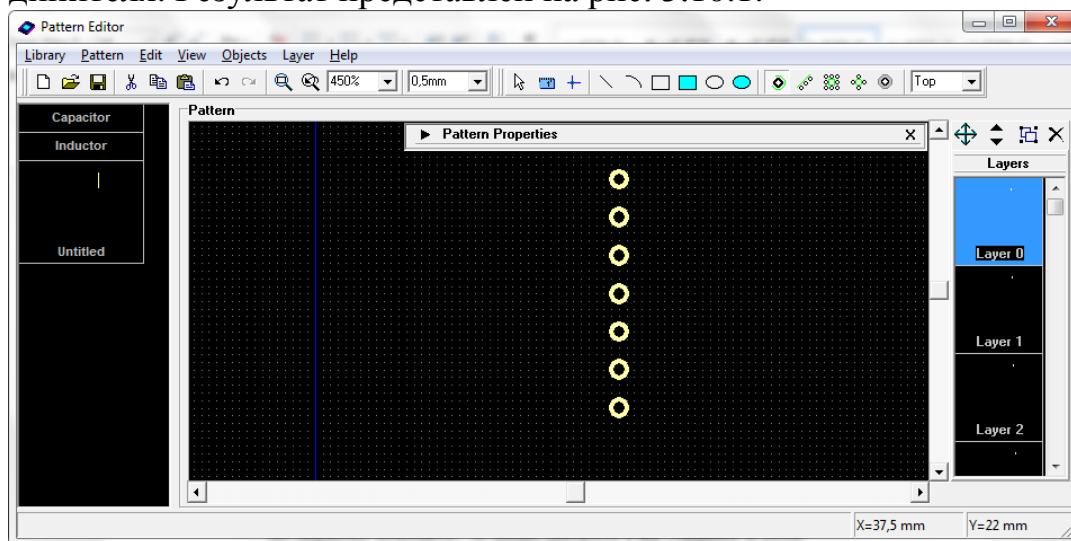

Рис. 3.10.1
3) Установить шаг сетки **0,5 мм**. Установить контактные площадки посадочного места микросхемы. Для этого выполнить команду **Place Pad**. Поставить курсор в точку (20; 30) и щелкнуть ЛК. Перевести курсор в точку (20; 27,5) и щелкнуть ЛК. Установить курсор в точку (20; 25), щелкнуть ЛК, переставить курсор в точку (20; 22,5) и нажать ЛК. Переместить курсор в точку (20; 20), щелкнуть ЛК, перетащить его в точку с координатами (20; 17,5), щелкнуть ЛК, переместить курсор в точку (20; 15), щелкнуть ЛК, затем ПК. Будут установлены контактные площадки под выводы электрического соединителя. Результат представлен на рис. 3.10.1.